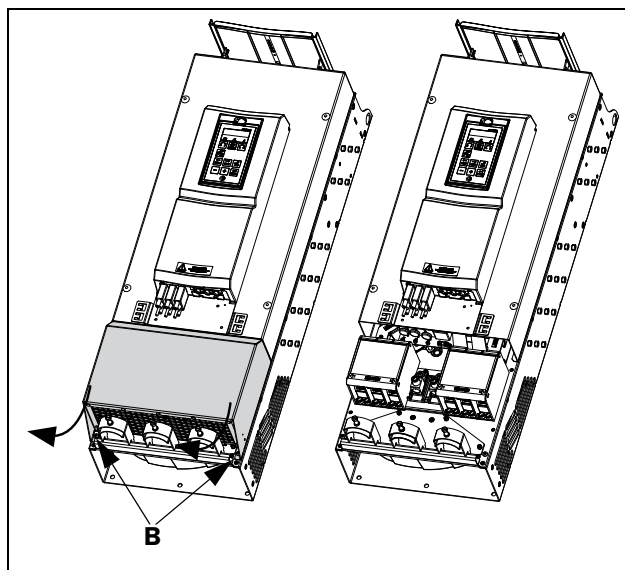

Рис. 30 Ослабьте два винта и снимите нижнюю крышку (общая схема)
- Ослабьте два винта В (см. рис. 30).